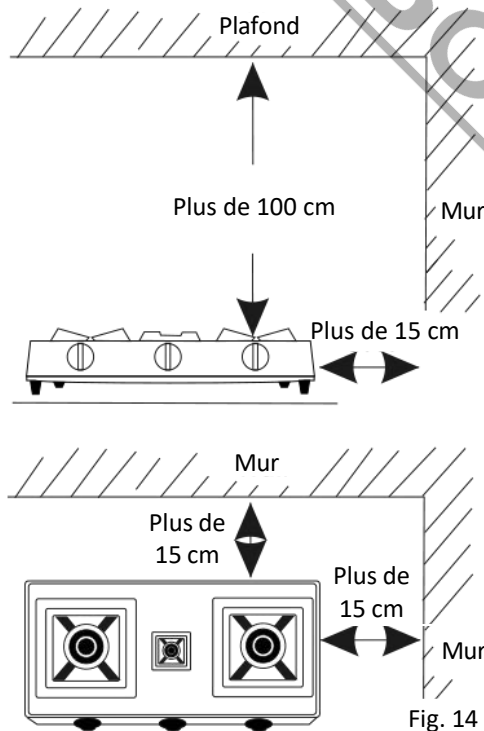

Fig. 14
8. Lorsque vous choisissez l'emplacement de la cuisinière à gaz, veillez à choisir un endroit ferme et de niveau. La cuisinière à gaz a besoin de beaucoup d'espace et d'air. Laissez au moins 15 cm d'espace sur les côtés et 100 cm au-dessus de l'appareil. (Fig.14) si l'espace est à moins de 15cm des murs ininflammables, assurez-vous de fournir un panneau d'isolation thermique. Veillez également à éloigner le papier, l'huile et tous les autres objets inflammables de la cuisinière à gaz.